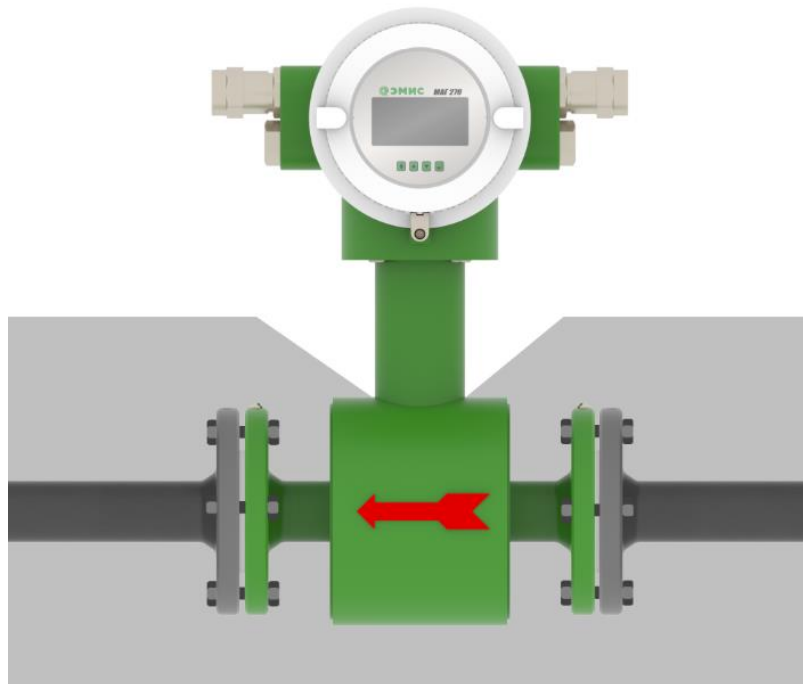

Рисунок 2.5 – Теплоизоляция счетчика-расходомера
- Теплоизоляция не должна выступать за указанную отметку (см. рисунок 2.5);